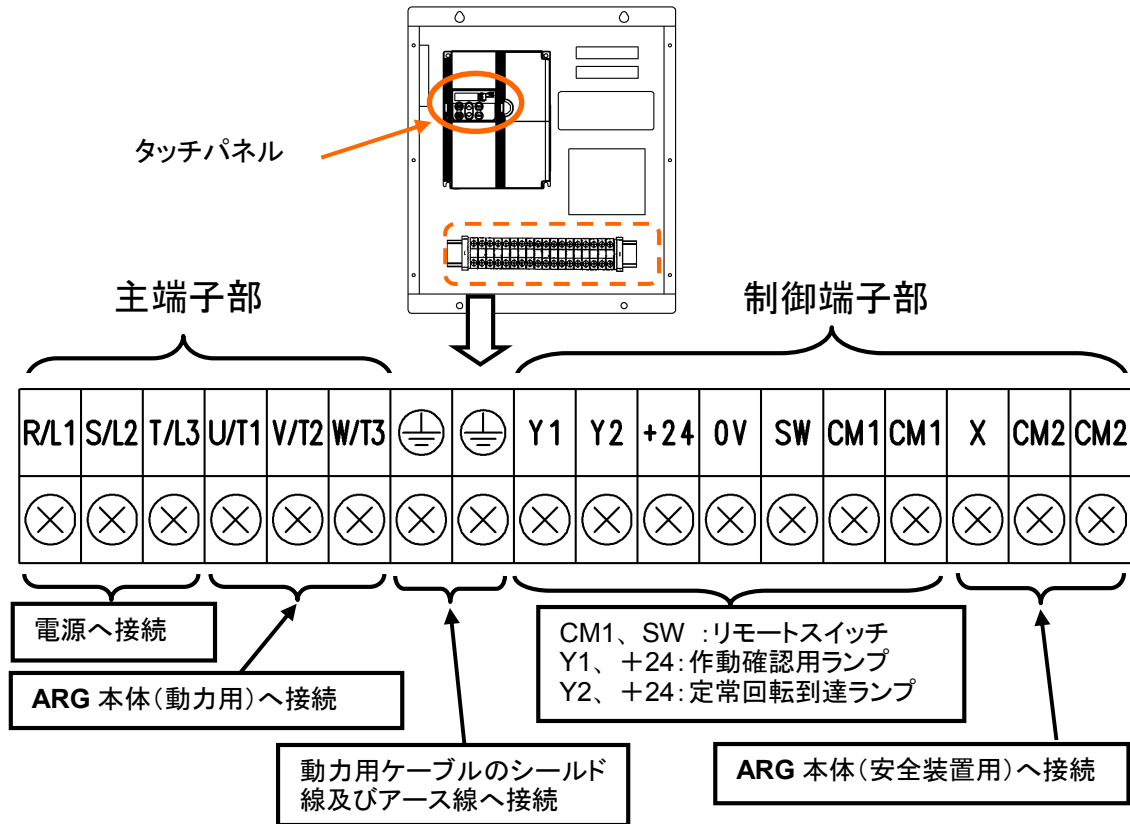

図 4-15 モータドライバの端子配列
接続端子の位置は、図 4-15 を参照して下さい。
③ 蓋を取り外すと図 4-15 のように、保護カバー付き端子台が配置されています。